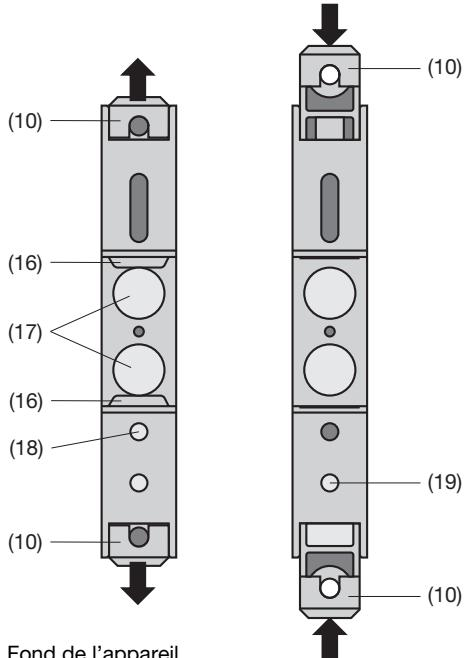

Fig. 8. Fond de l'appareil.
Ensuite tirer en dehors les languettes de fixation (10) en enfonçant en même temps les boutons de verrouillage (18) (voir fig. 8 à gauche).
Pour rentrer si nécessaire les longuettes de fixation, il faut enfoncer les boutons de verrouillage (19) et en même temps glisser les languettes de fixation (10) dans la base du boîtier (voir fig. 8 à droite).